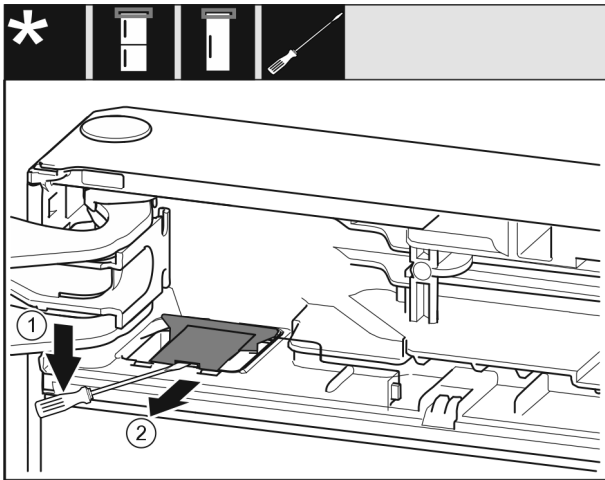

Fig. 9
- ▶ Mit einem Schlitzschraubendreher die Abdeckung ausrasten und aufheben. *Fig. 9 (1)*
- ▶ Abdeckung herausnehmen. *Fig. 9 (2)*